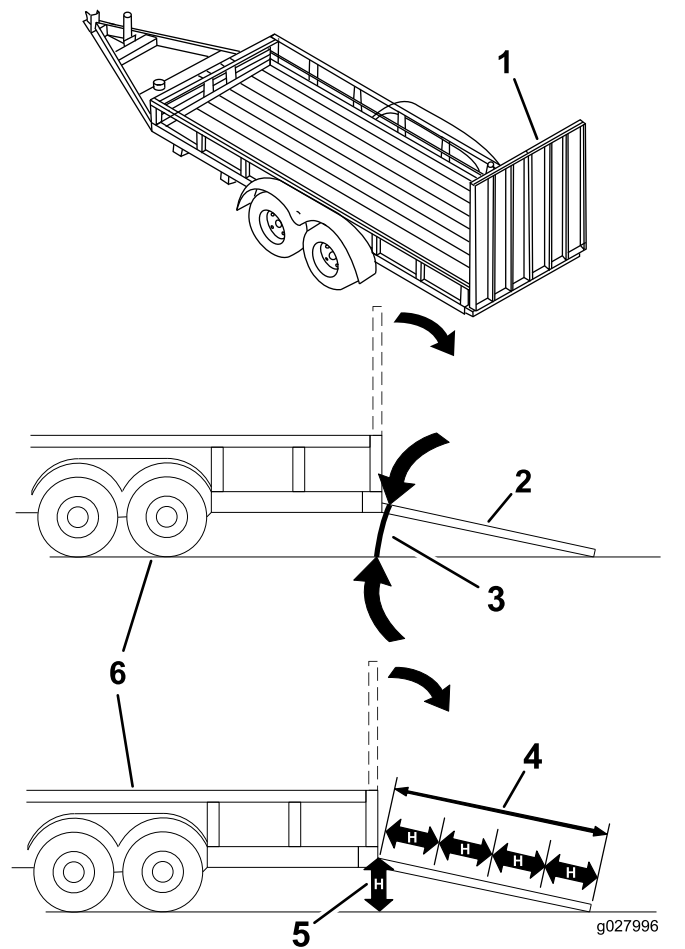

Рисунок 35
Завантаження пристрою на причеп або вантажівку збільшує імовірність перекидання і може спричинити серйозні травми або смерть (Рисунок 35).
3. Опустіть рампу, стежачи, щоб кут між рампою і землею не перевищував 15 градусів (Рисунок 35).
1. Опустіть рампу, стежачи, щоб кут між рампою і землею не перевищував 15 градусів (Рисунок 35).